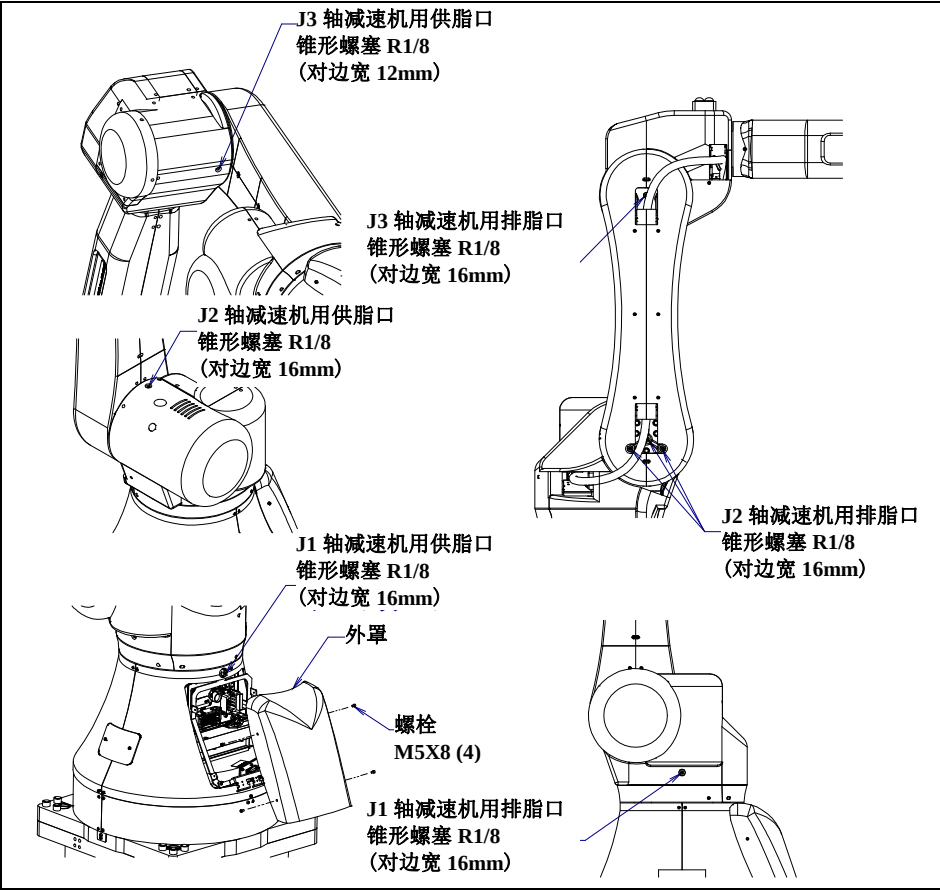

图 7.3.3.1 (a) J1~J3 轴减速机的供脂部位
- 3 J1 轴的话，按照图 7.3.3.1，取下外罩。
- 4 拆除排脂口的密封螺栓。(图 7.3.3.1)